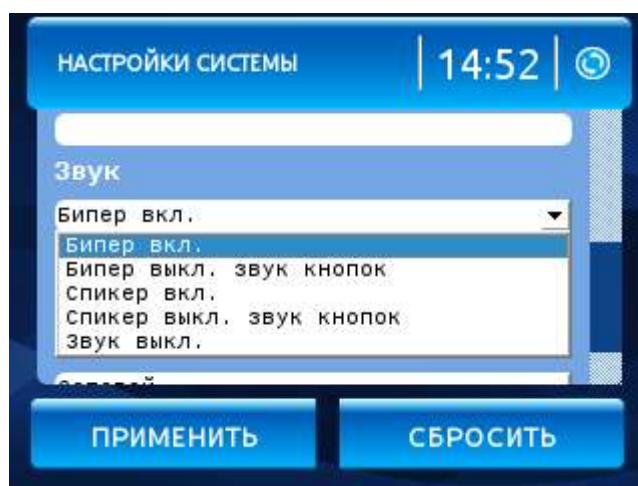

Рисунок 33 - Параметр «Звук»
- 4.1.1.5 Параметр «**Звук**» (Рисунок 33) позволяет выбрать и настроить режим работы звукового источника терминала (бипер/спикер/отключить звук).